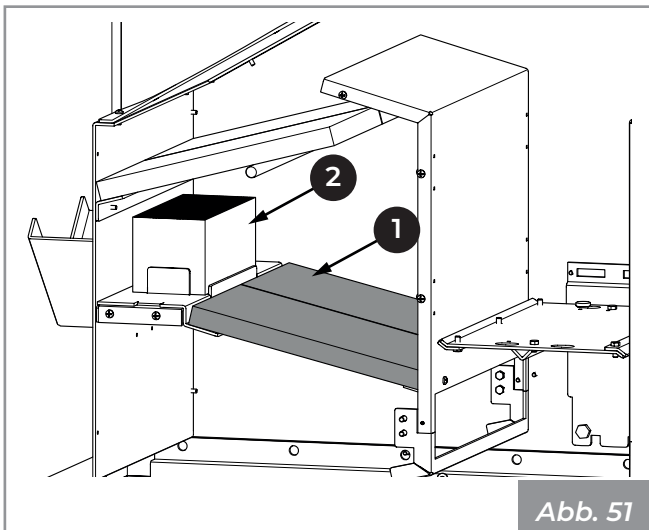

Abb. 51
- 5) Die Platten (1) herausziehen und entfernen (Abb. 51).
- 6) Den O2RING (2) herausziehen und entfernen.